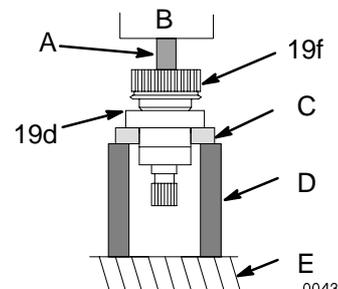

Abb. 15
4. *Bei Verwendung einer Hydraulikpresse* mehrere Stahlriegel auf den Innenrand des großen Lagers (19d) legen und die Welle durch Nabe und Lager drücken. Siehe Abb. 15.